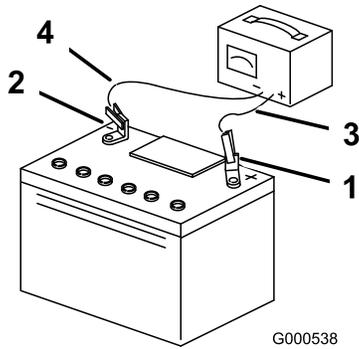

Figure 36
3. Une fois la batterie chargée au maximum, débranchez le chargeur du secteur, puis débranchez les fils du chargeur des bornes de la batterie (Figure 36).